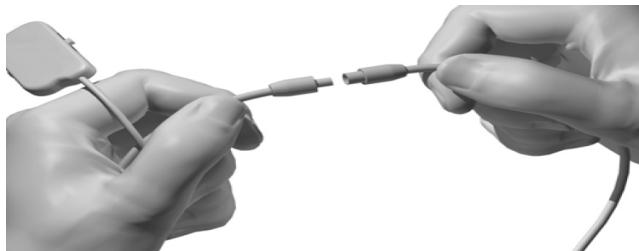

Рис. 7. Кабели для операционной 1 x 8 и удлинитель для операционной
1. Прикрепите удлинитель кабеля для операционной к кабелю для операционной (рис. 7).